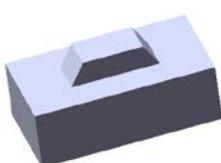
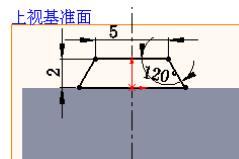

图 15.3.4 凸台一拉伸 2
图 15.3.5 横断面草图
(4) 单击  按钮，完成凸台一拉伸 1 的创建。
Step3. 创建图 15.3.4 所示的零件基础特征——凸台一拉伸 2。
(1) 选择命令。选择下拉菜单 **插入(I)** → **凸台/基体(B)** → **拉伸(E)...** 命令(或单击“特征(F)”工具栏中的  按钮)。
(2) 定义特征的横断面草图。
① 定义草图基准面。选取上视基准面作为草图基准面。
② 定义横断面草图。在草图环境中绘制图 15.3.5 所示的横断面草图。
③ 选择下拉菜单 **插入(I)** → **退出草图** 命令，退出草图环境，此时系统弹出“凸台一拉伸”对话框。